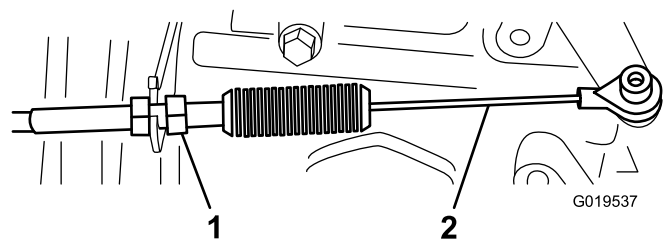
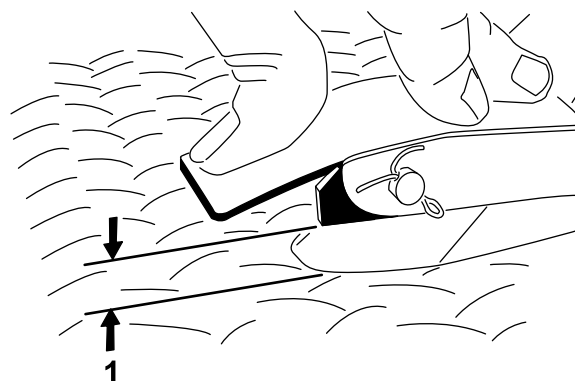

Figura 64
Figura 65
2. Ajuste a rótula do cabo de acelerador (Figura 64) para permitir uma folga de 2,54 a 6,35 mm entre o braço do pedal de acelerador e a parte superior da chapa do piso (Figura 65), quando aplica uma força de 11,3 kg ao centro do pedal.
3. Aperte a porca de bloqueio (Figura 64).